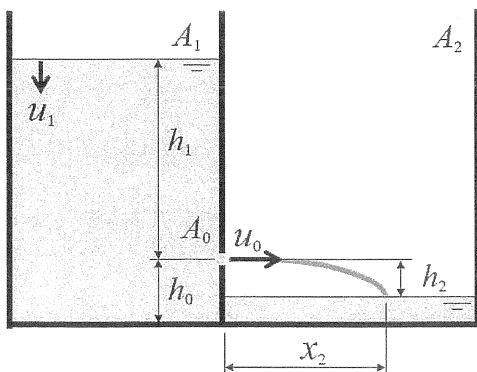
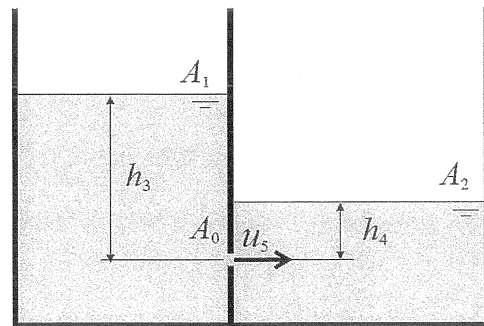

図1
図2
[7] 図1に示すように、仕切り板によって2つの領域に分割されている水槽があり、その左側をタンク1、右側をタンク2とする。また、仕切り板には底面から高さ h_0 の位置に断面積 A_0 の孔を有しており、タンク1の開口面積を A_1 、タンク2の開口面積を A_2 とする。いま、タンク1の水面は孔から h_1 の高さにあり、孔からタンク2に向かって水平方向に流速 u_0 にて水が放出されている。放出された水は孔から水平方向に x_2 、垂直方向に h_2 落下した地点に着水している。図1の状態から一定時間経過後、タンク2の水面が孔の位置より高くなり、図2に示す状態となった。この時、以下の問いに答えなさい。ただし、重力の加速度を g とし、孔を通過する際の流体のエネルギー損失は無視する。また、孔から放出された水は空気抵抗を受けないものとし、 A_0 は A_1 および A_2 と比較して十分小さいものであるとする。
- (1) 図1の状態において、タンク1の水面の降下速度を u_1 とすると、 u_1 を A_0 、 A_1 および h_1 を用いて表しなさい。
- (2) 図1の状態において、孔から着水地点までの水平方向距離 x_2 を u_0 および h_2 を用いて表しなさい。
- (3) タンク2が空の状態から、タンク2の水面が孔の高さに達するまでの時間 T_1 を A_0 、 A_1 、 A_2 および h_0 を用いて表しなさい。
- (4) 図2の状態において、孔からの水面高さは、タンク1が h_3 、タンク2が h_4 である。この時に孔を通過する流速 u_5 を h_3 および h_4 を用いて表しなさい。
- (5) 図2の状態から、両タンクの水面高さが等しくなるまでの時間 T_2 を A_0 、 A_1 、 A_2 、 h_3 および h_4 を用いて表しなさい。